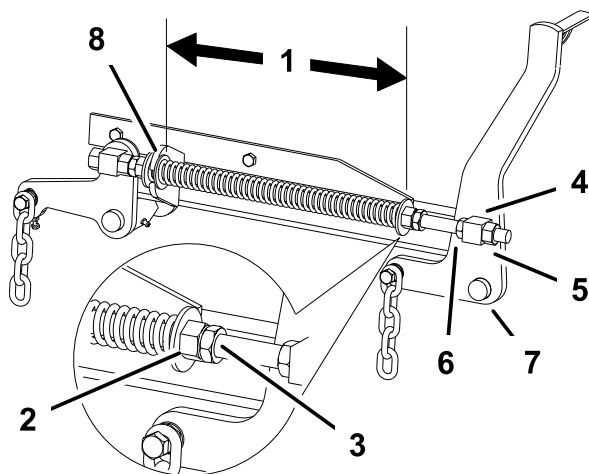

Figure 79
2. Vérifiez que les deux grandes rondelles sont espacées de 29,2 cm (Figure 79).
3. Réglez cette distance en desserrant l'écrou de blocage du ressort et en tournant l'écrou devant chaque ressort (Figure 79). Tournez l'écrou dans le sens horaire pour raccourcir le ressort, et dans le sens inverse pour l'allonger.
4. Bloquez l'écrou en position en serrant l'écrou de blocage du ressort (Figure 79).